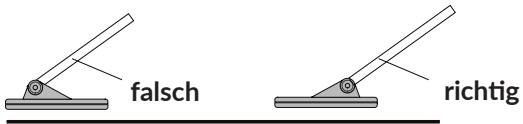

Abb. 3
4. Lockern Sie die Muttern an den beiden Enden der Suchsonde und passen Sie diese so an, dass sie parallel zum Boden ist. Achten Sie darauf, dass Sie die Suchsonde nicht versehentlich falsch ausrichten (siehe Abbildung 3).